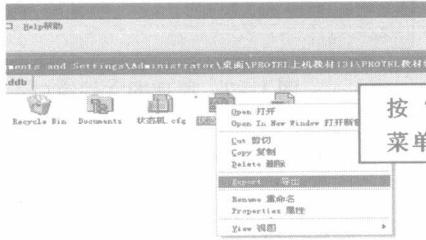

图 1-10 选择“Export”菜单项
令，进入如图 1-10 所示页面。
(2) 在要导出的文档上右击，并在弹出的快捷菜单中选择“Export”菜单项，如图 1-10 所示。或者选择“File”菜单，在弹出的下拉菜单中选择“Export”菜单项。